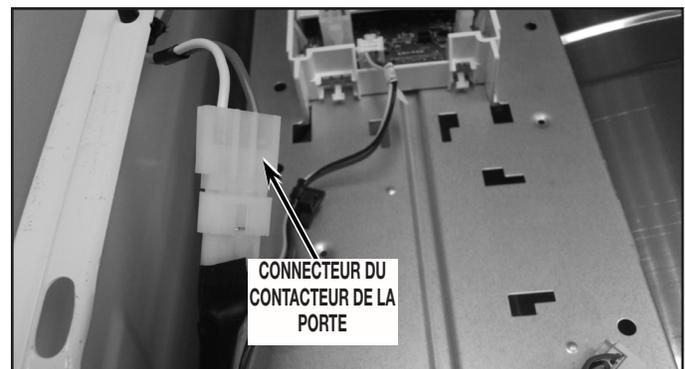

FIGURE 6
10. Débrancher le connecteur du contacteur de la porte. Voir la *Figure 6*.